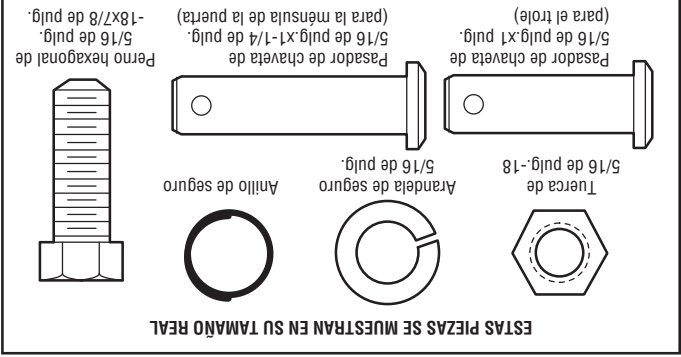

Figura 1
2. Fije la sección recta del brazo de la puerta al carro exterior usando un pasador de chaveta de 5/16 de pulg. x 1 pulg. Asegure la conexión con el anillo de seguro (Figura 1).